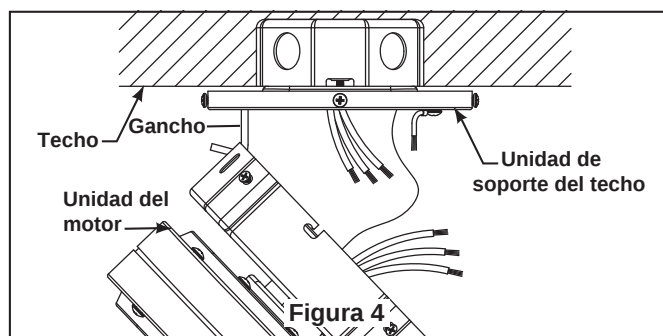

Figura 4
- ☐ 3. Introduzca la unidad del motor en la unidad del soporte del techo tal y como se muestra en la ilustración. (Figura 4) Ahora puede continuar con las instrucciones para realizar la instalación eléctrica de su ventilador.
- ☐ 4. Vuelva a colocar los tornillos extraídos en el paso 2 y fije los cuatro tornillos adecuadamente. (Figura 4)
- ☐ 4. Extraiga los tres tornillos de la parte inferior de la unidad del motor. Asegúrese de que los conectores de la toma de corriente hayan atravesado el orificio ubicado en el centro de la unidad de la carcasa del interruptor. Instale la Unidad de carcasa del Interruptor sobre la unidad del motor mediante los tres tornillos y fíjelos adecuadamente. (Figura 4)
- ☐ 4. Extraiga uno de los tres tornillos de la unidad de pantalla. Afloje levemente los otros dos tornillos. Instale la ensamble de la placa del portalámpara en la unidad de pantalla utilizando las dos ranuras principales. Vuelva a colocar el tercer tornillo y asegure los tres tornillos. (Figura 4)
- ☐ **4.** El transmisor del mando a distancia incluye botones para controlar las velocidades baja, media y alta del ventilador, así como el encendido y apagado del mismo. Se dispone de niveles de luces infinitos manteniendo pulsado el botón on/off. (Figura 4)